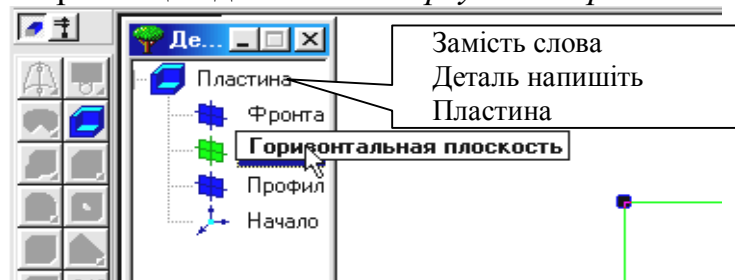

Рис. 5.7.
1. Натисніть кнопку *Нова деталь*. Зареєструйте креслення під ім'ям Пр 3 в папку, що має шифр Вашої групи. Відредагуйте в *Дереві побудов* назву моделі – введіть замість слова «Деталь» слово «Пластина». Для цього два рази повільно натисніть ліву кнопку миші на слові «Деталь», напишіть «Пластина» і клацніть мишею на вільному полі креслення, рис. 5.7.